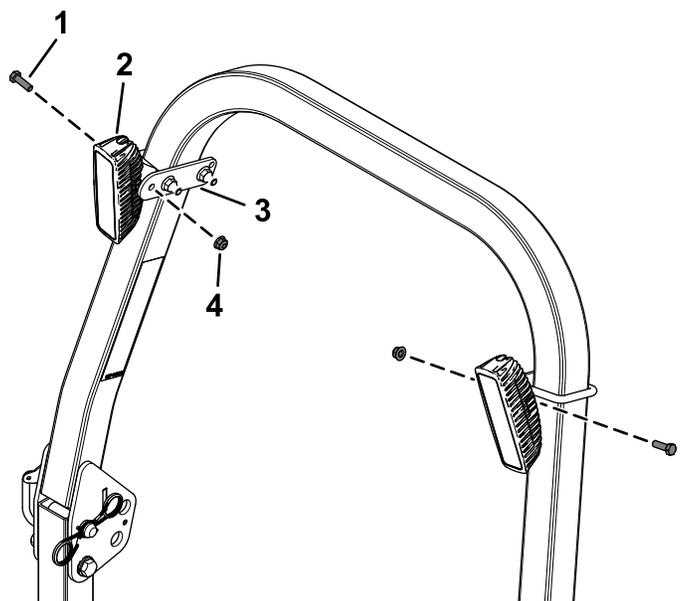

Figura 8
3. Prenda as duas luzes LED nas duas placas de montagem utilizando os dois parafusos de cabeça sextavada ($\frac{5}{16}$ pol. x 1 pol.) e duas porcas de bloqueio ($\frac{5}{16}$ pol.) como se mostra na Figura 8.